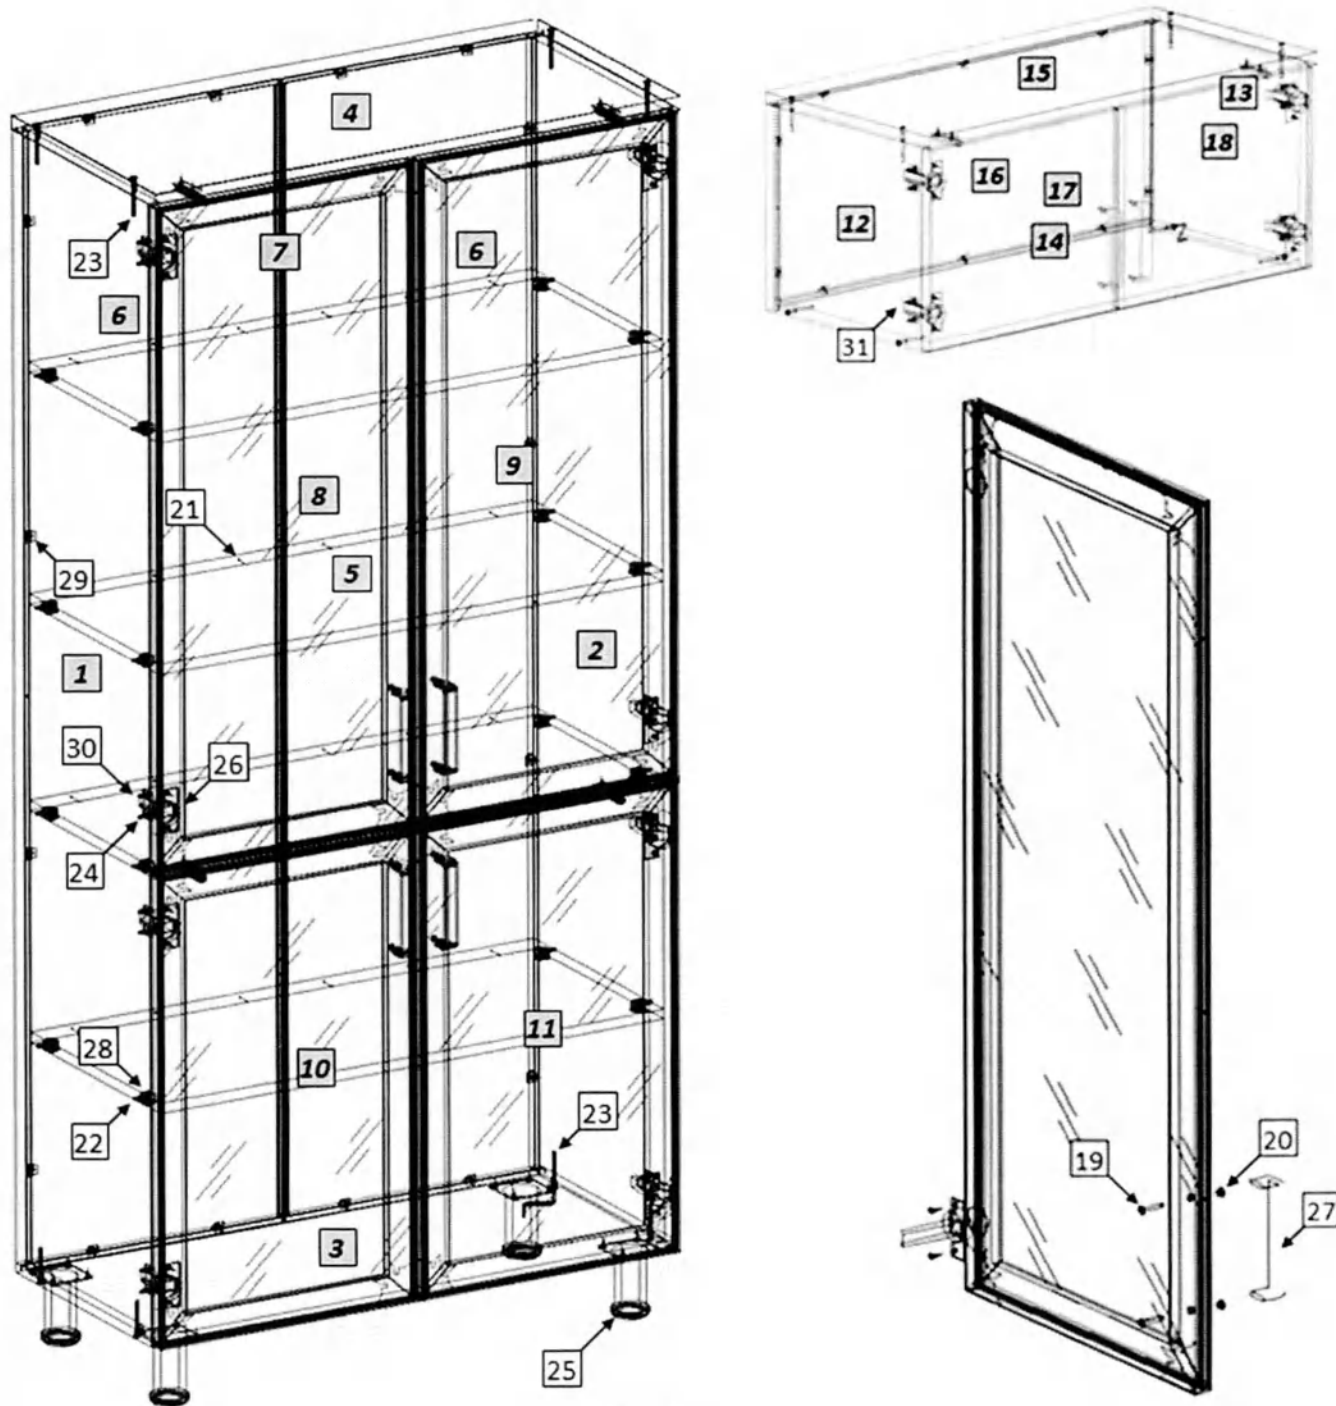

Рис. 1
1. Внимательно ознакомьтесь со схемой сборки, изображённой на рис. 1, сверяясь со спецификацией на изделие. Согласно схеме и спецификации определите расположение деталей в изделии и порядок их сборки. Сборка производится на ровном полу, укрытом материалом, предотвращающим повреждение покрытия пола и деталей мебели. Подготовьте необходимые для сборки инструменты – плоскую и крестовую отвёртки, молоток, рулетку или линейку.
2. На боковых стенках (1,2) установите ввинчиваемые дюбели эксцентриковых стяжек (16); установите монтажные планки петель (18). На горизонтальных стенках (5) установите эксцентриковые стяжки (22). Евровинтами (17) соедините боковые стенки (1,2) с горизонтальной нижней стенкой (3) и крышкой (4), установив в пазы задние стенки (6). В стык задней стенки устанавливается соединительный профиль (7). Закрепите задние стенки в пазах уголками (23). Установите и закрепите горизонтальные стенки (5), гвоздями (15) зафиксируйте к ним заднюю стенку. На горизонтальной нижней стенке (3) шурупами (24) закрепите опоры (19).
3. На стеклянных дверях (8,9,10,11) установите петли (20) и ручки (21). Для правильной установки ручек на фасад из алюминиевого профиля, в отверстия в стекле должны быть установлены втулки (17), ручки крепятся винтами (2) (усилие не должно быть чрезмерным, чтобы избежать повреждения стекла). Закрепите двери к боковым стенкам шкафа. Отрегулируйте положение дверей винтами петель